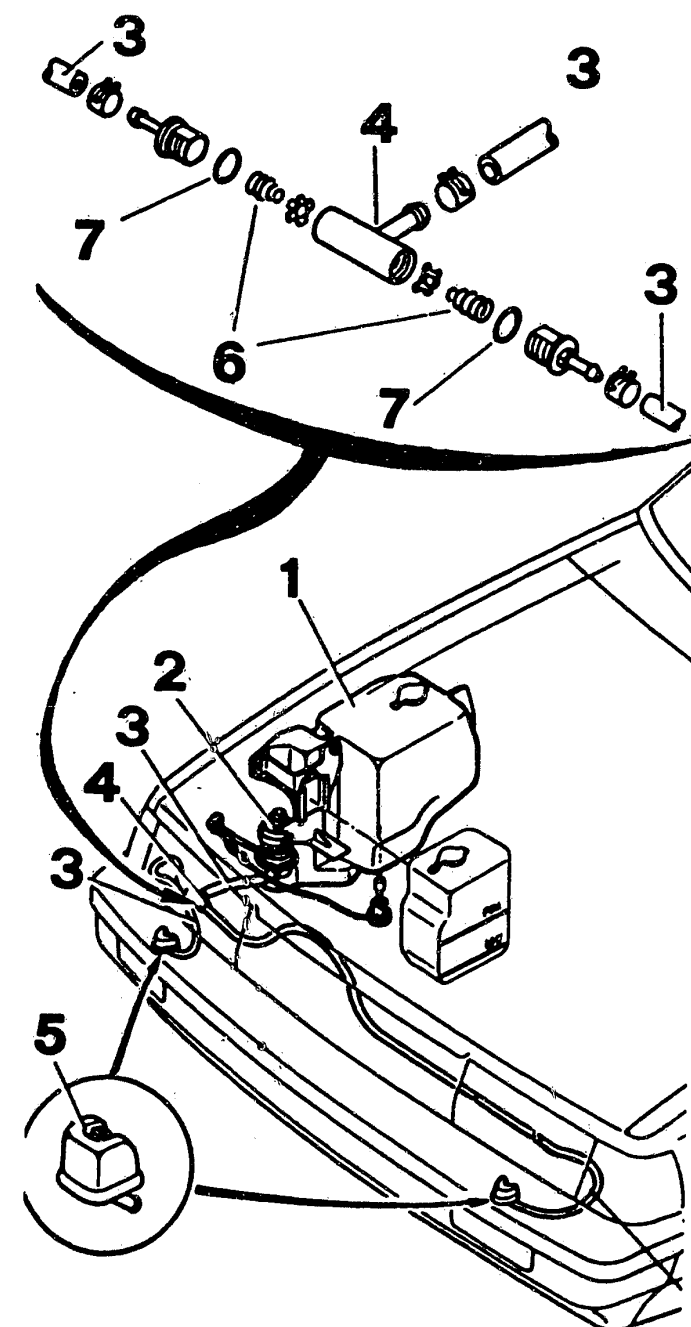

Bild 64 Einzelteile der Scheinwerfer-Wasch-
c) Die **Scheinwerfer-Waschanlage** ist mit Spritzdüsen aber ohne Wischer ausgestattet (Bild 64).